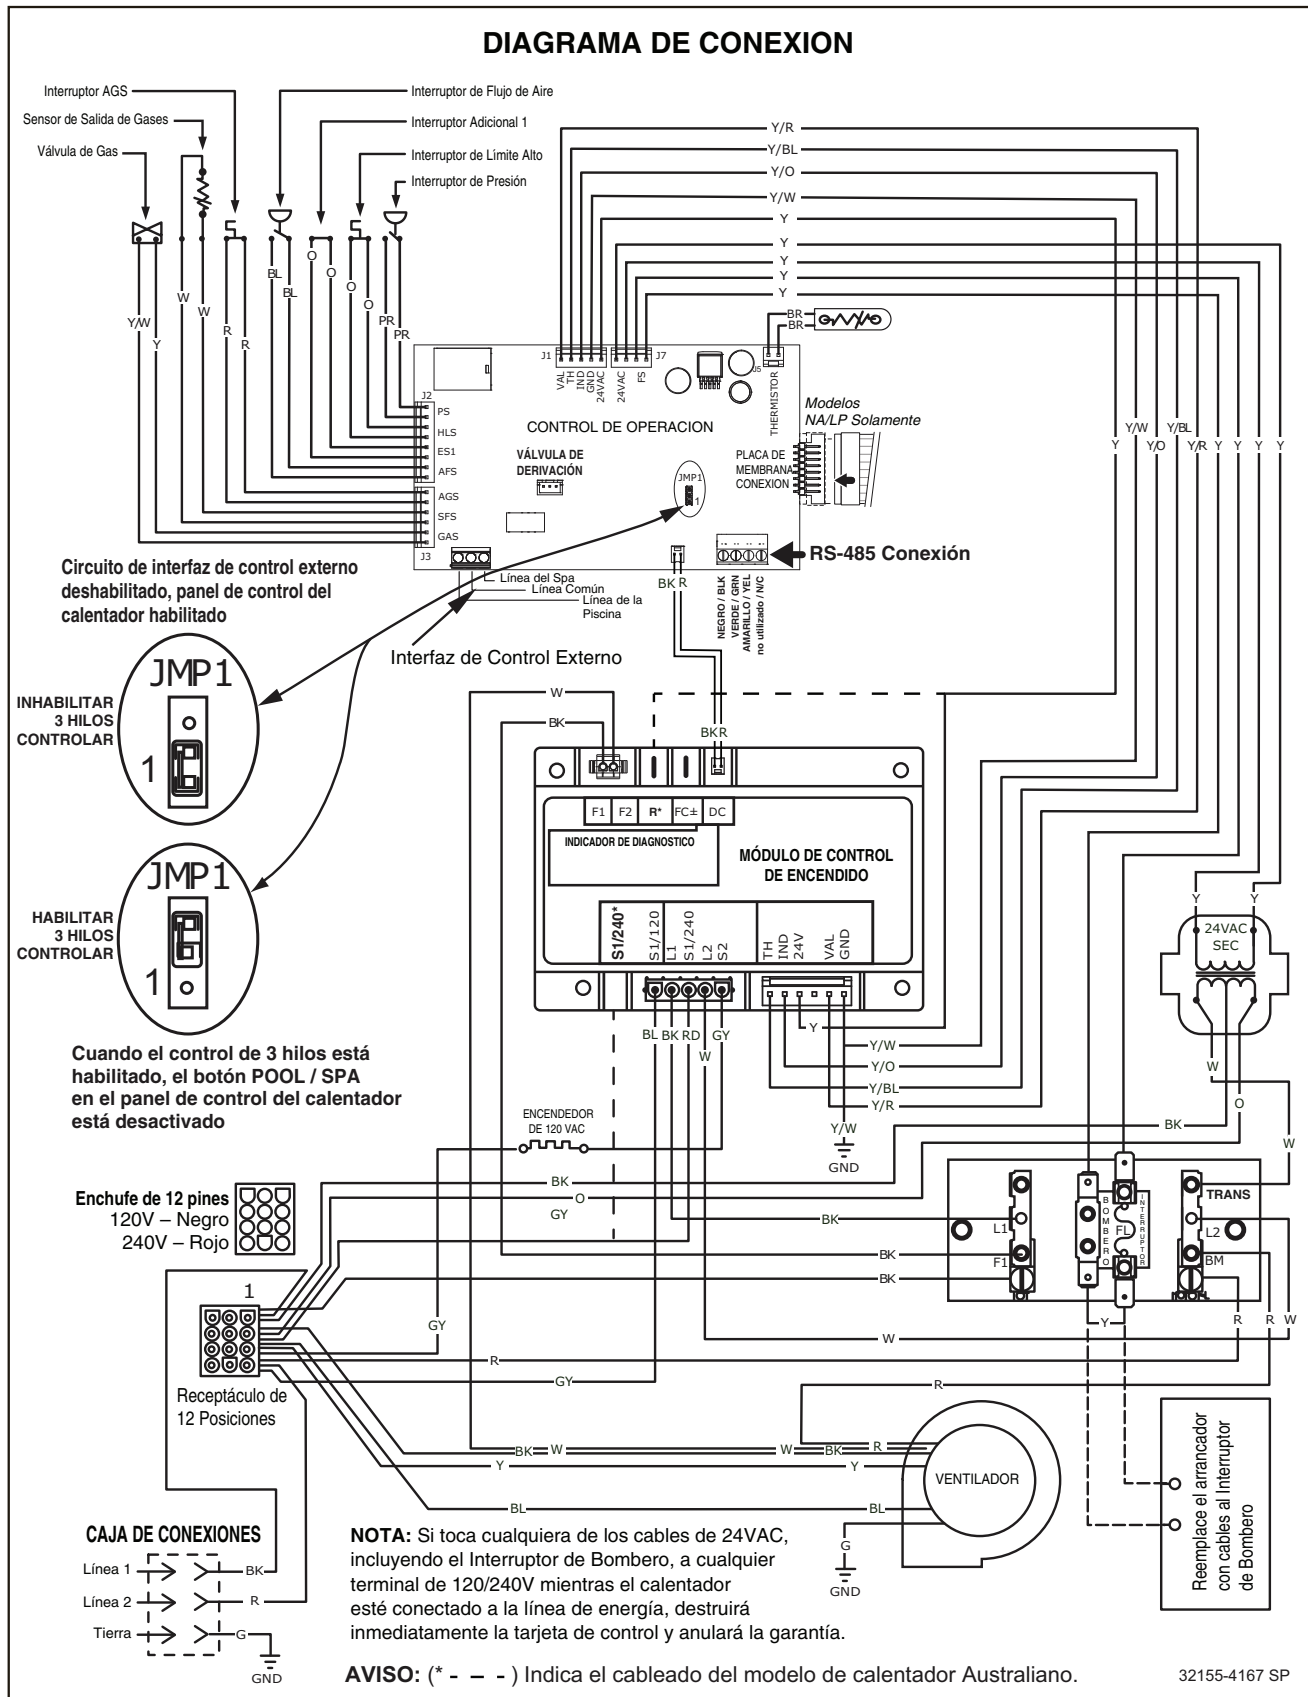

Figura 34.
- Conecte los cables entre los terminales del panel de control en el calentador y los reguladores externos, como se muestran en la **Figura 34**. Utilice por lo menos 2 reguladores por calentador para permitir una posición de "APAGADO" en cada modo del calentador. Seleccione reguladores que puedan manejar interrupción de nivel de logística. NO aplique línea de voltaje a los terminales del panel de control.
- Mueva el arrancador (como se muestra en la **Figura 34**) para habilitar el control exterior y deshabilitar los botones "Piscina Encendida" y "Spa Encendido" (la tecla de "Apagado" permanece funcional).